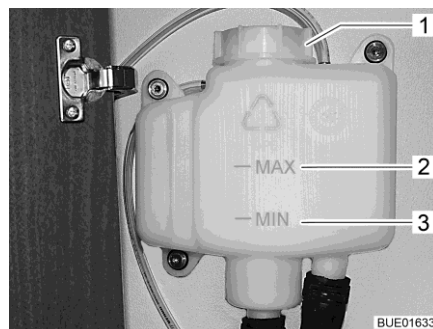

Fig. 199 Vase d'expansion sans cache
- Contrôler si le liquide se trouve entre les marques "MIN" (Fig. 199,3) et "MAX" (Fig. 199,2) sur le vase d'expansion (Fig. 199).
- Ouvrir le bouchon du vase d'expansion (Fig. 199,1).